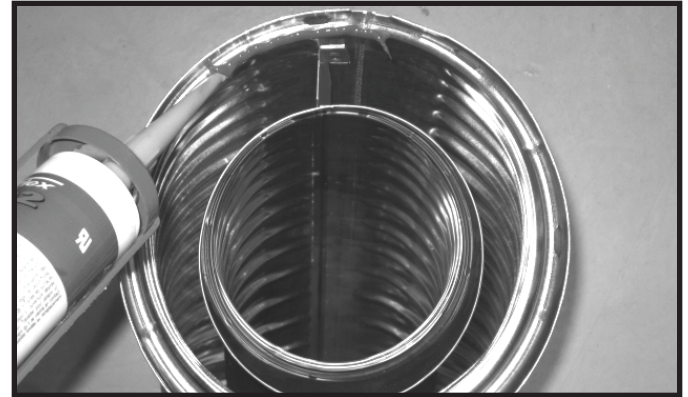

Figura 10.1 Silicona resistente a las altas temperaturas
- Aplique la silicona dentro de la junta del conducto hembra exterior antes de unir las secciones. Consulte la Figura 10.1.